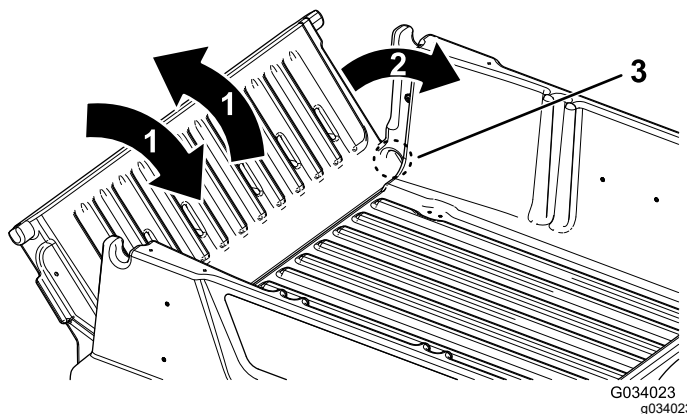

Figura 18
2. Rotii oblonul spate într-o poziție de aproximativ 45° (Figura 18).
3. Efectuai o micare scurtă, de scuturare, pentru a roti oblonul spate înainte și înapoi de câteva ori (Figura 18).